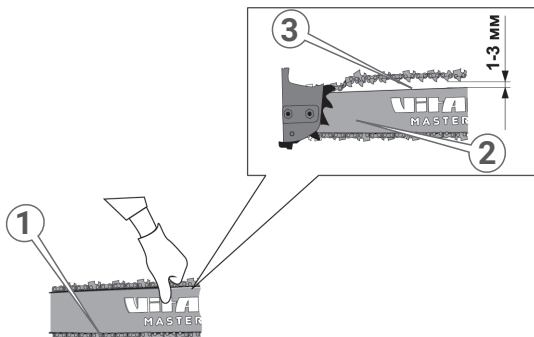

Рисунок 19. Схема перевірки натягнення ланцюга.
- обережно взяти верхню гілку ланцюга посередині «шини» рукою з рукавичкою та відтягнути ланцюг від «шини» зусиллям руки. Перевірити величину зазору між напрямною ланцюга (3, рис. 19) та «шиною» (2, рис. 19). Зазор має бути в межах 1–3 мм (приблизно так, щоб проходило «жало» викрутки), а сам ланцюг має рухатися вздовж «шини» без перешкод зусиллям руки;